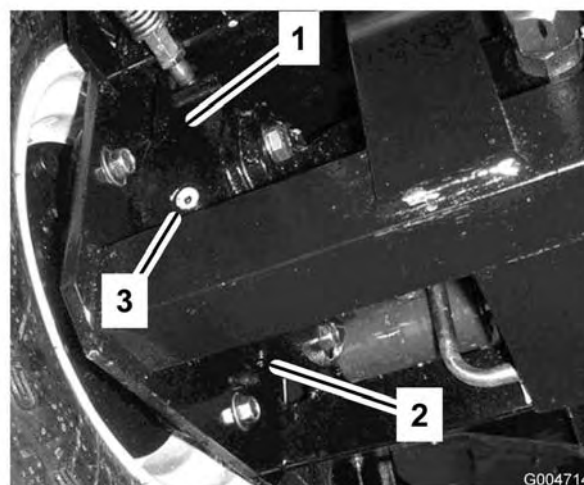

Figure 58
4. Placez un bac de vidange sous le carter de frein de l'autre côté de la roue (Figure 58).
7. Enlevez le bouchon de contrôle du carter de frein (Figure 58).